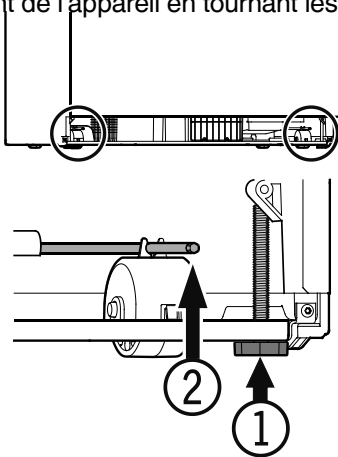

Figure 18
**Afin d'éviter que l'appareil ne bascule vers l'avant, les pieds réglables (1) (Figure 18) doivent être en contact avec le sol.**